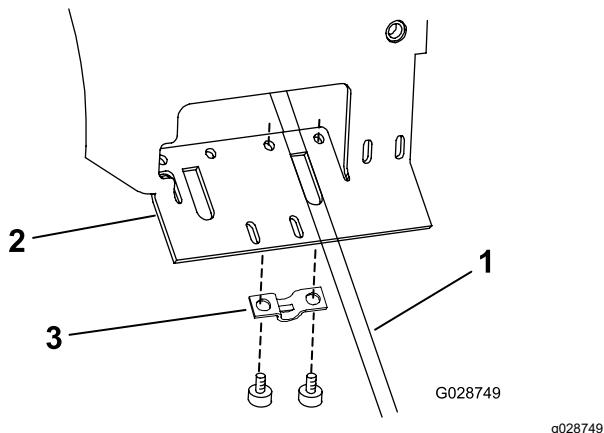

Figura 10
- Fissate il cavo della presa di forza alla parte inferiore della staffa di supporto della leva con un serratubo e 2 viti autofilettanti a esagono incassato (Figura 10).